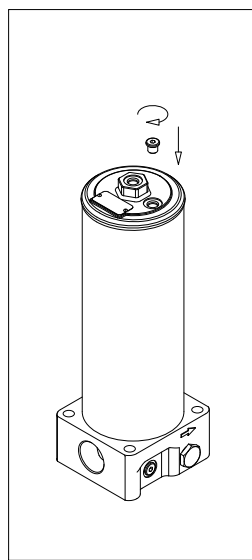

fig. 28
- (Fig. 28) Serrare immediatamente il tappo di sfiato